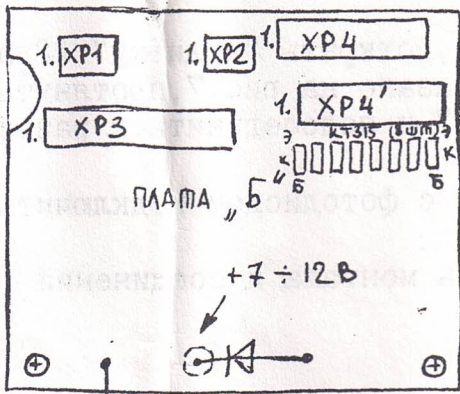

РИС. 6.
2. На плате "Б" не впаяны транзисторы КТ 315 (8 шт.) и разъем XP4. Они необходимы для нового приемопередающего устройства ППУ. Расположение транзисторов обозначены на рис.6. Заменить стабилитрон Д814 на Д814Д (14-15).